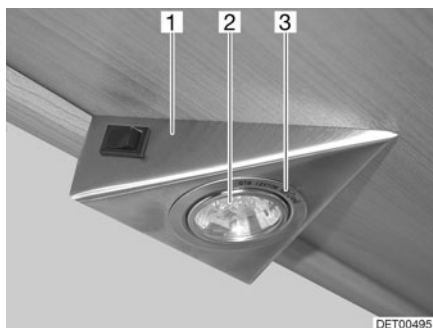

Fig. 186 Lámpara halógena empotrada
La lámpara halógena empotrada está instalada hundida en una carcasa (Fig. 186,1).
- Soltar el anillo de cubierta interior (Fig. 186,3) de la carcasa con un destornillador.
- Extraer la bombilla halógena (Fig. 186,2).